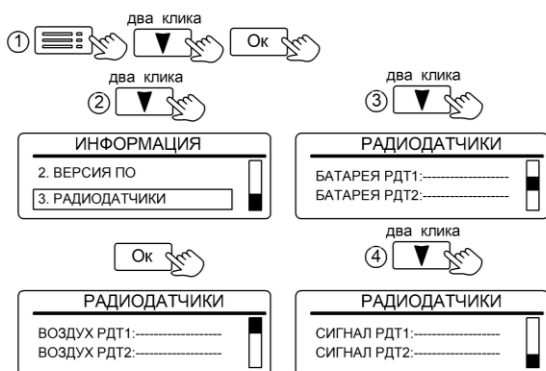

Рисунок 32. Вид вкладки «РАДИОДАТЧИКИ»
11.3.3 Окно «3.РАДИОДАТЧИКИ» отображает информацию о температуре воздуха в зонах, где они установлены (рис. 32).